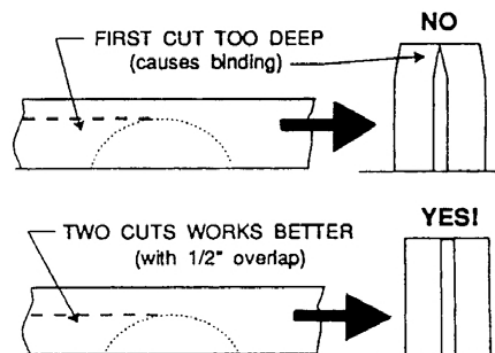

Рис. 32
- Не используйте упор для распила под углом 45 градусов и параллельный упор в одной и той же операции, если к параллельному упору не прикреплена накладка, чтобы позволить торцованной части заготовки прибывать в свободном перемещении, при торцевании следующей части (рис. 32).
В распиловке более толстых досок, установите высоту пильного диска, чтобы наложить на два пропила 1/2" высоту зуба, как показано на рис. 32. Слишком глубокий первый пропил может привести к зажиманию пильного диска и возможным травмам на втором пропилом. Всегда устанавливайте ту же самую сторону доски против упора для обоих пропилов.